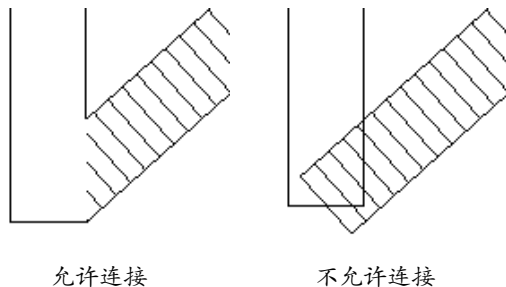

图 5-36
- 不允许连接: 选择此单选按钮, 将不允许墙进行连接, 如图 5-36 所示。